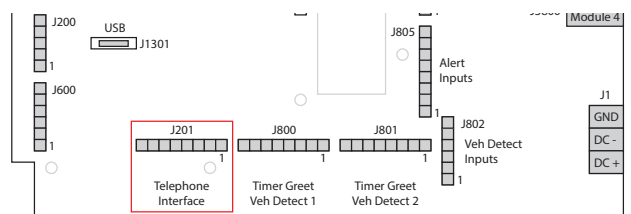

Fig. 12.3
4. Ouvrez la station de base et connectez le câble d'interface de la station de base inclus du port RJ45 de la TI7000 à J201 sur le PCBA de la station de base (voir la Fig. 12.3 pour l'emplacement de J201 et le Tableau pour le rappel de J201 si nécessaire (à la page 4)).